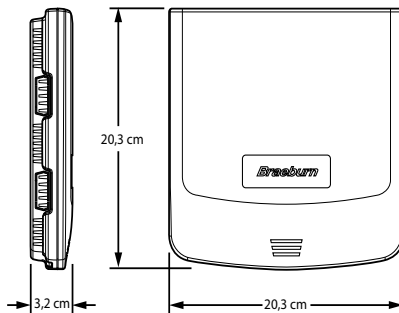

Figura 1
- Dimensiones: vea la Figura 1